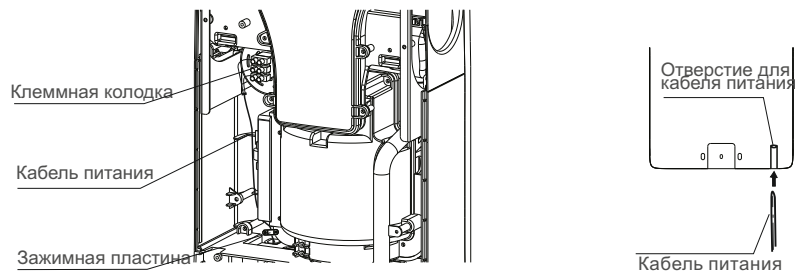

Рисунок 8
- Снимите зажим, фиксирующий кабель питания. Освободите кабель питания от клеммной колодки, ослабив крепежные винты. Извлеките кабель питания с вилкой. (Рисунок 8).
- Вставьте отдельный кабель питания из распределительной коробки в отверстие (Рисунок 8)